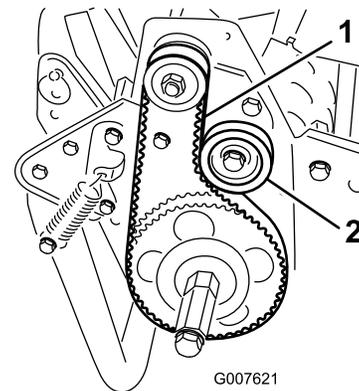

Figura 41
2. Compruebe la tensión presionando la correa en el punto intermedio entre las poleas (Figura 41) con una fuerza de 18–22 N (4 a 5 libras). La correa debe desviarse 6 mm.
- A. Afloje la tuerca de montaje de la polea tensora y pivote la polea tensora en sentido horario contra la parte trasera de la correa, hasta obtener la tensión deseada (Figura 41).